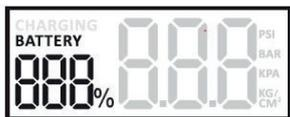

Fig.1
1. Premere un tasto qualsiasi, lo schermo LCD blu si illumina e indica «Batteria XX%» (Fig. 1) per 30 secondi.